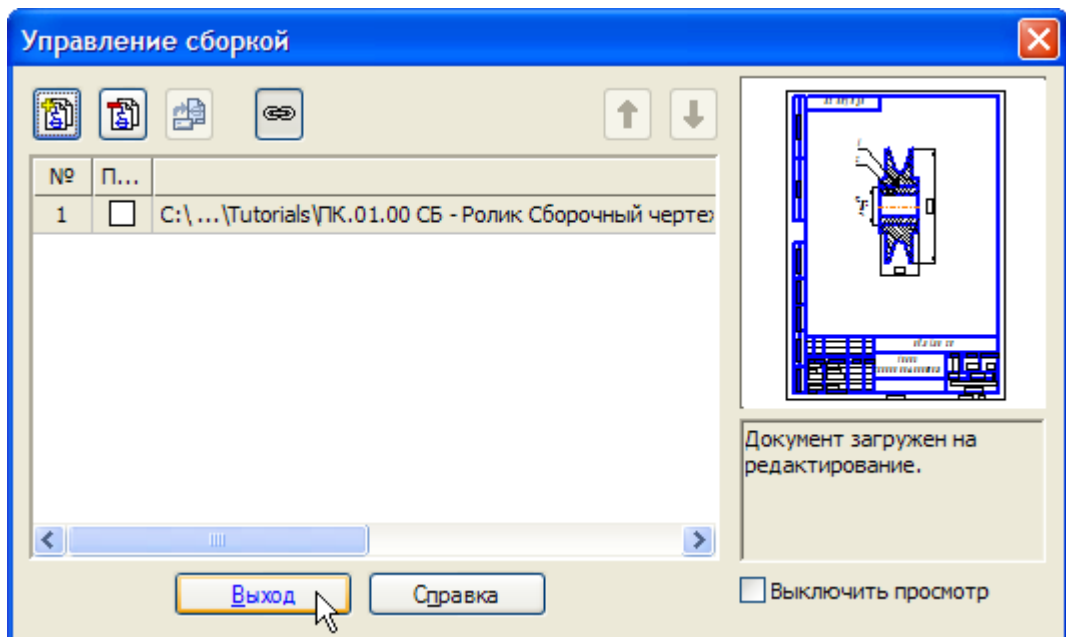

Рисунок 5.
- Подключенный документ отобразится в списке окна Управление сборкой (рис.5). Нажмите кнопку Выход.